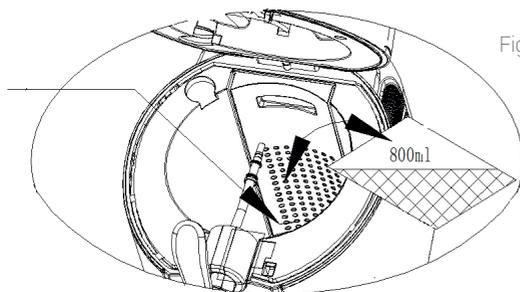

Figura 8
5. Coloque 800ml de água na cavidade de resfriamento ou despeje a água até a marca máxima. (Pode funcionar sem água, mas não pode exibir o melhor desempenho)(Figura 8)